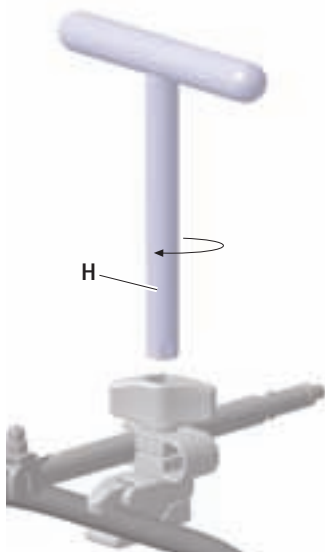

Fig. 8
- Serrer l'écrou de fixation **1** jusqu'au blocage complet. Resserrer le cas échéant avec la clé en T **H**, voir Fig. 8.